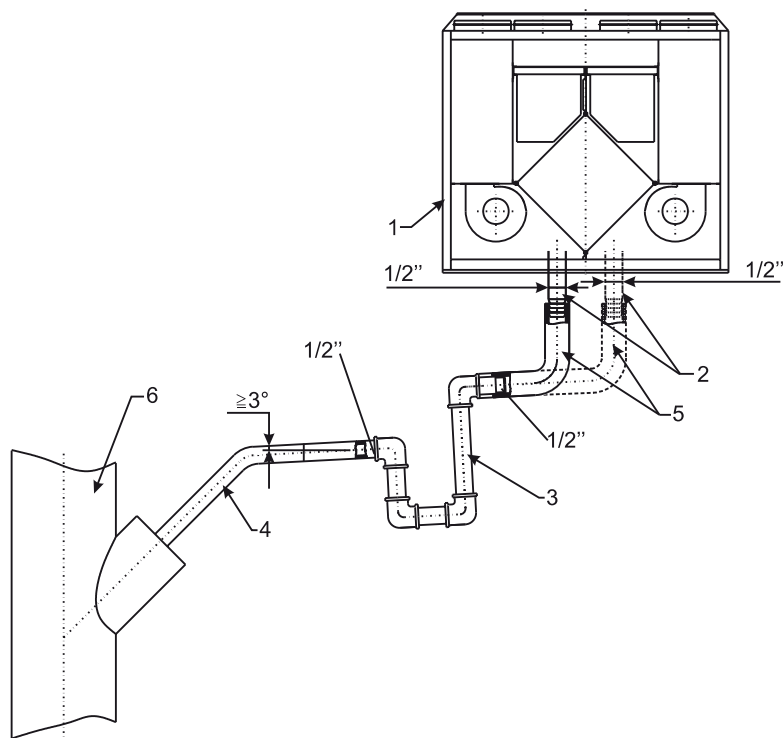

Рис. 7.1. Отвод конденсата от вентиустановки.
После установки вентиустановки необходимо установить систему отвода конденсата. Отверстия для слива конденсата смонтированы на заводе-изготовителе. К отверстиям для слива конденсата необходимо подключить входящие в комплект поставки сифон (3) или сифоны (в зависимости от типоразмера вентиустановки) и при помощи труб (4, 5) произвести подключение к канализационной системе (6), как показано на рис. 7.1.
После монтажа дренажной системы проверьте ее работу, залей в поддон отвода конденсата 0,5 литра воды (сифон (3) должен быть постоянно заполнен водой). Если вода не вытекает из поддона, устраните данную неисправность. Система отвода конденсата должна эксплуатироваться в помещениях с температурой воздуха выше 0 °С, в противном случае необходимо покрыть тепловой изоляцией всю систему отвода конденсата от вентиустановки до канализационной трубы и проложить нагревательный элемент (в виде кабеля) под изоляцией. Схема отвода конденсата от вентиустановки показана на рис. 7.1.